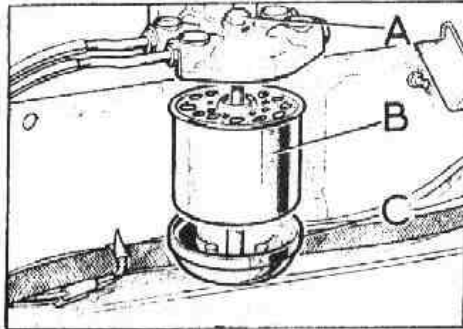

Fig. L1-5 Reposición del cartucho filtrante
- 1.1. Sujetar la cuba o soporte inferior del cartucho, C (Fig. L1-5) y soltar el tornillo especial, A, que fija el conjunto, lo cual permitirá retirar el cartucho, B.
- 1.5. Fijar el soporte inferior o cuba, C (Fig. L1-5) mediante el tornillo especial, A.